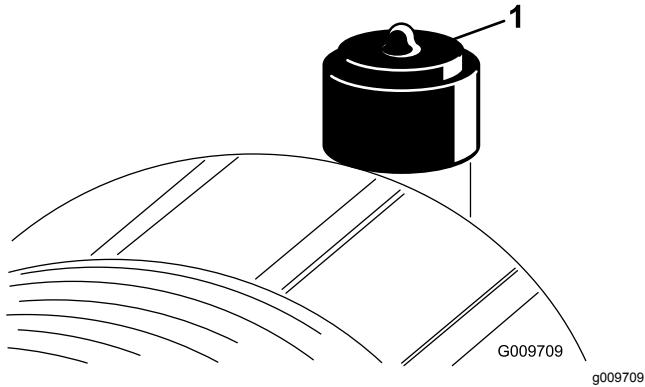

図 49
エアクリーナのフィルタの整備は、インジケータ図49が赤色になってから行ってください。早めに整備を行っても意味はありません。むしろフィルタを外したときにエンジン内部に異物を入れてしまう危険が大きくなります。
10. インジケーター図 49 が赤になっている場合はリセットする。